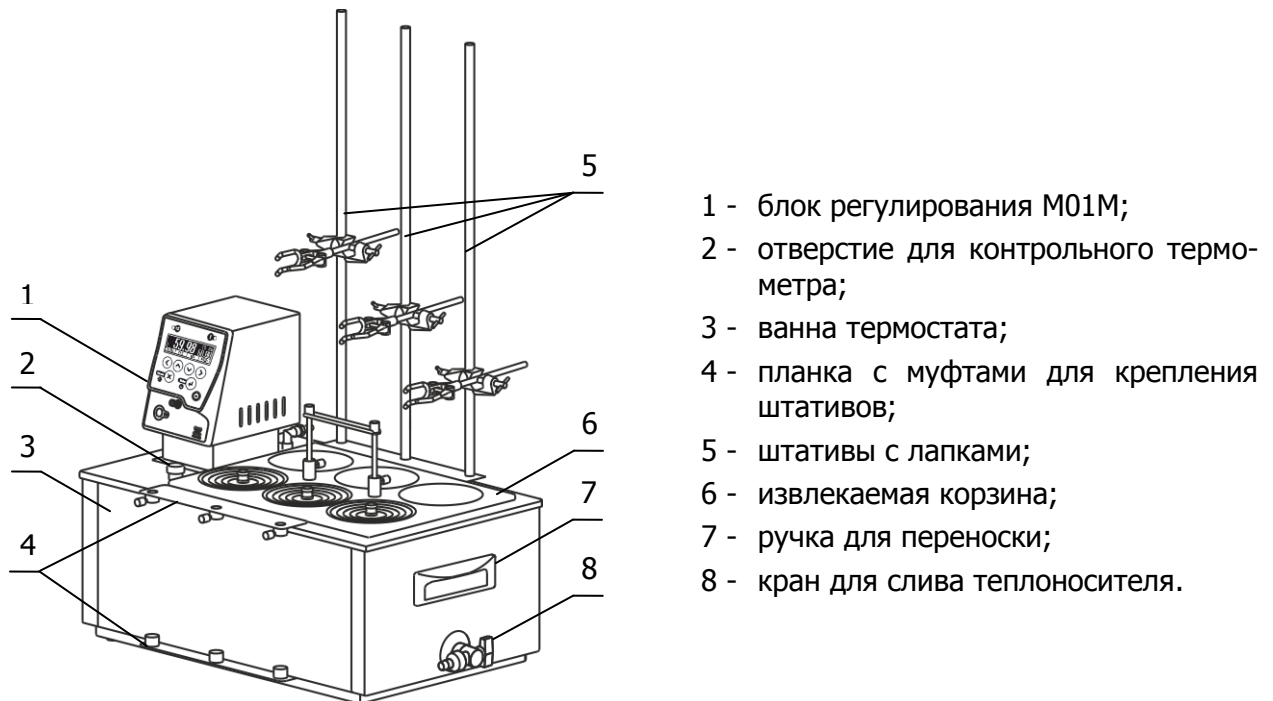
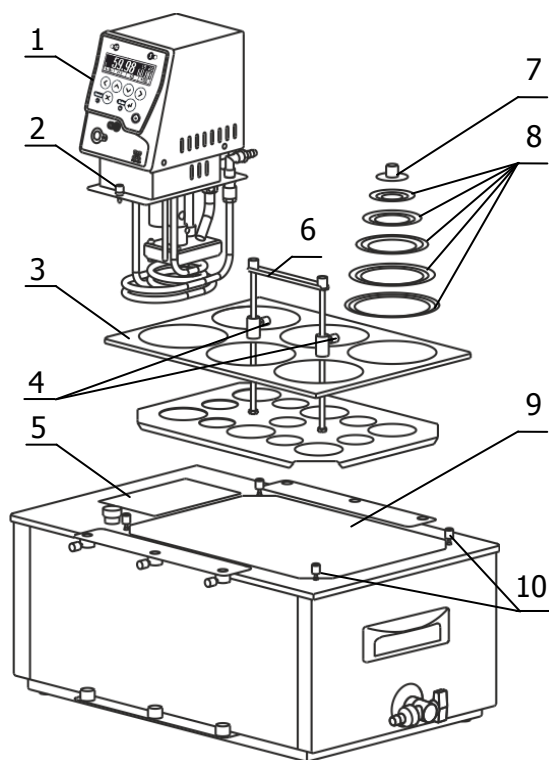
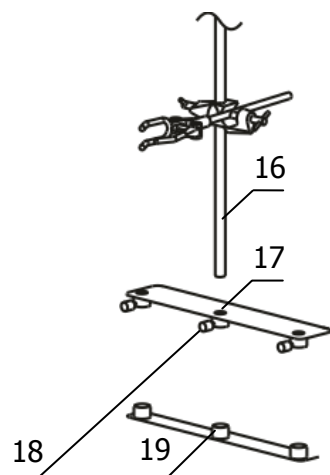

Рисунок 1 – Внешний вид термостата
Рисунок 2 — Установка блока регулирования
Рисунок 4 — Установка штатива
1.4.2 Термостат состоит из блока регулирования 1 и ванны 3 (рисунок 1). Во внутреннюю ванну термостата, не показанную на рисунке, установлена извлекаемая корзина 6. Корзина имеет шесть рабочих мест и регулируемое по высоте дно. Каждое рабочее место оснащено системой из пяти концентрических колец 8 (рисунок 2), позволяющей размещать в корзине емкости различного диаметра (максимальный диаметр рабочего места — 110 мм). Крышка 7 (рисунок 2) закрывает отверстие в наименьшем из колец при неиспользовании рабочего места. Штативы с лапками 5 (рисунок 1) предназначены для установки в вертикальное положение и фиксации высоких и неустойчивых емкостей.
2.2.3 Установить блок регулирования температуры 1 в отверстие крышки термостата 5 (рисунок 2). После установки закрепить блок регулирования винтовыми фиксаторами 2.
2.2.5 Заполнить внутреннюю ванну термостата теплоносителем через отверстие над рабочей зоной. Температурный диапазон применения теплоносителя должен соответствовать значениям, указанным в 1.2.6. Уровень теплоносителя в ванне поддерживать таким, чтобы при погружении емкостей с образцами теплоноситель не переливался через край крышки термостата. Излишки теплоносителя слить с помощью крана для слива теплоносителя 8 (рисунок 1).
2.2.7 Поднять дно корзины в крайнее верхнее положение с помощью ручки 6 (рисунок 2) и зафиксировать крепежными винтами 4. В зависимости от диаметра емкости установить необходимое количество концентрических колец 8 и поместить емкость в корзину. Положение колец можно зафиксировать, надев на ее горловину кольцо подходящего диаметра. Ослабив крепежные винты 4 опустить дно корзины на необходимую глубину и снова закрепить винты.
2.2.9 Если необходимо поместить в термостат высокую и неустойчивую емкость, следует использовать штатив с лапкой 5 (рисунок 1) из комплекта поставки термостата. Для этого нужно вставить трубку штатива 16 (рисунок 4) во втулку верхней планки 17 и опустить ее во втулку нижней планки 19 до упора. Затем зафиксировать крепежным винтом 18.
2.2.10 При проведении работ по очистке термостата, слить теплоноситель через сливной кран 8 (рисунок 1).